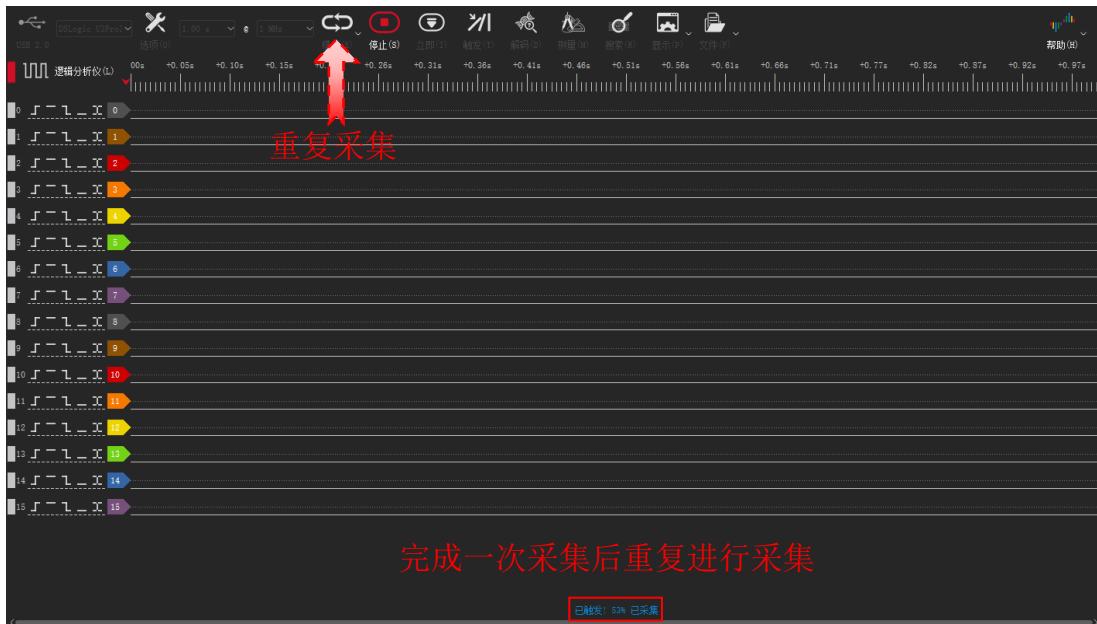

图 2-27
**重复采集：**如图 2-27 所示，在这个模式下，采集操作会被自动重复执行，直到按下停止按钮。结合触发条件的设置，这个模式可以帮助我们持续观察特定事件下的波形，而不用任何人工的干预。例如每次重启，或者每次按键等等。Buffer 模式下的重复采集支持每次采样间隔时间的定义（从 0.1s 到 10s）。